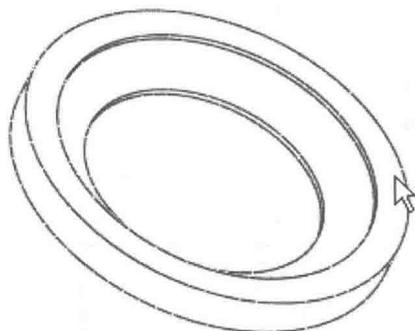

图 1-9
- (3) 在工作窗口中选择建立的旋转特征模型。
- (4) 单击 SELECT FEAT 菜单中的 Done 命令。
- (5) 选择如图 1-9 所示的模型端面为镜像平面。